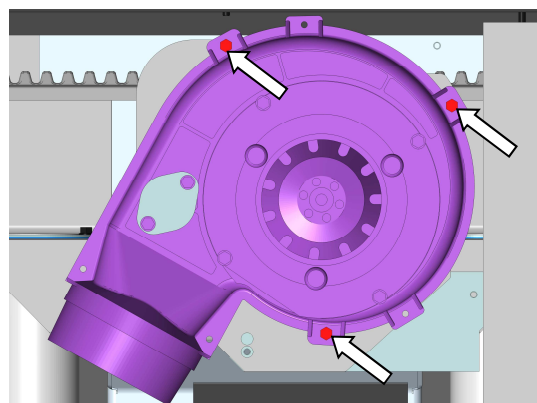
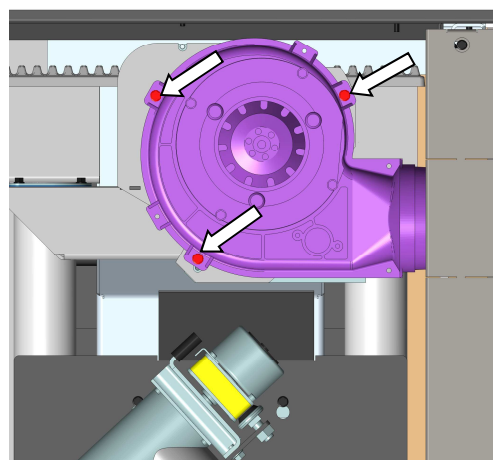

Abb. 34: Befestigung Gebläsegehäuse
Abb. 35: Gebläse gedreht
2. Die drei Befestigungsschrauben des Gebläsegehäuses herausdrehen (Abb. 34) und das Gehäuse komplett mit Gebläsemotor solange drehen, bis der Abgang nun horizontal nach rechts ausgerichtet ist (Abb. 35).